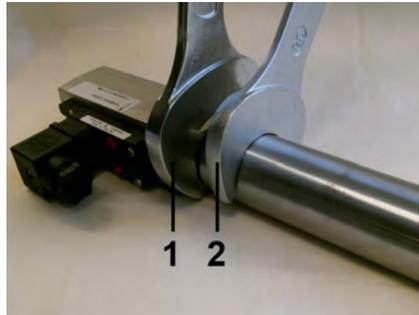

Abb. 12: Gerät einschrauben
- Übergangverschraubung (Abb. 12/2) unter Gegenhalten des Gerätekörpers (Abb. 12/1) weiter eindrehen, bis die Verbindung dicht ist